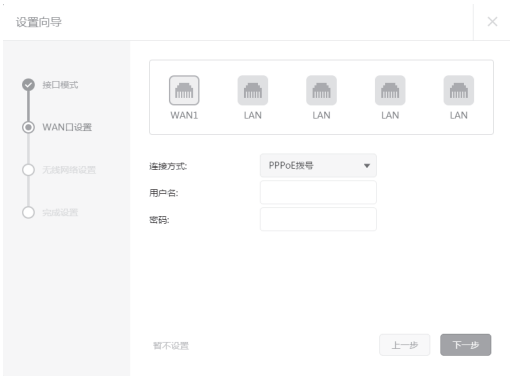

图4-4 WAN口设置-PPPoE拨号
- 1) 如果连接方式为“PPPoE拨号”，即ADSL虚拟拨号方式，则需要填写网络服务商提供的上网账号与密码，如图4-4所示。